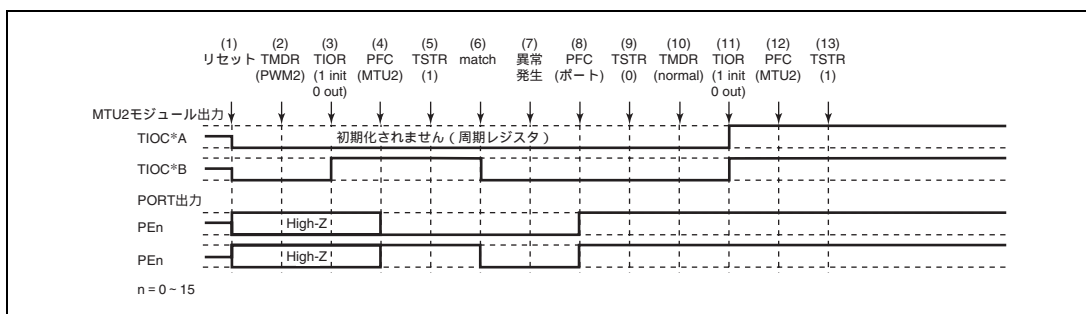

図 12.151 PWM モード 2 で異常が発生し、ノーマルモードで復帰する場合
PWM モード 2 で異常が発生し、再設定後ノーマルモードで再スタートする場合の説明図を図 12.151 に示します。
(1) ~ (9) は図 12.151 と共通です。
(10) PWM モード 1 を設定します。
(11) TIOR で端子を初期化してください (PWM モード 1 では TIOC*B 側は初期化されません)。
(12) PFC で MTU2 出力としてください。
(13) TSTR で再スタートします。
(15) PWM モード 2 で動作中に異常が発生し、PWM モード 2 で再スタートする場合の動作
(10) PWM モード 2 で再スタートする場合には必要ありません。
(11) TIOR で端子を初期化してください (PWM モード 2 では周期レジスタの端子は初期化されません)。
(16) PWM モード 2 で動作中に異常が発生し、位相計数モードで再スタートする場合の動作
- (1) ~ (9) は図 12.151 と共通です。
- (10) 位相計数モードを設定します。
- (11) TIOR で端子を初期化してください。
- (12) PFC で MTU2 出力としてください。
- (13) TSTR で再スタートします。
(17) 位相計数モードで動作中に異常が発生し、ノーマルモードで再スタートする場合の動作